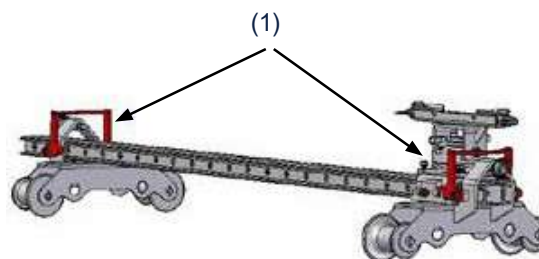

Fig 73.
2. Ouvrez les poignées, Pos. 1, Fig 73 des deux côtés du chariot.